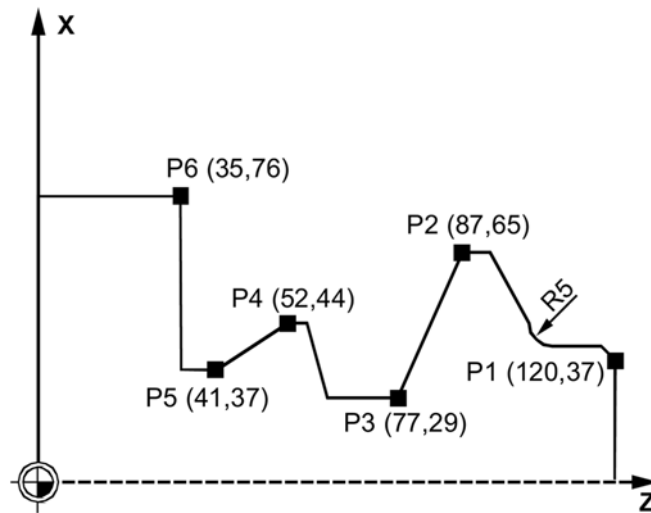

Рисунок 4.2 – Пример обработки CYCLE95
**Пример программирования цикла CYCLE95** (рисунок 4.2).